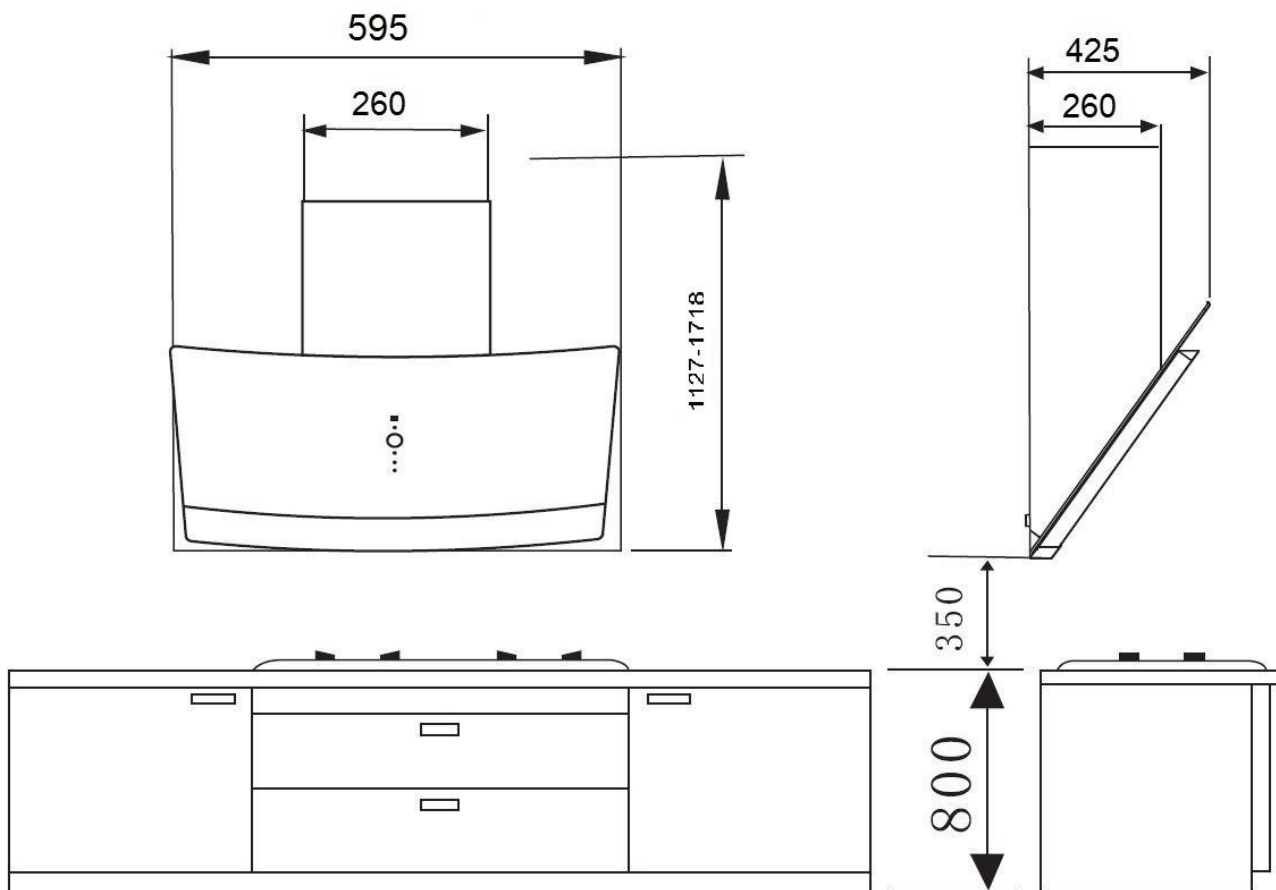

Рис. 3
4. Вытяжка должна быть надежно закреплена на высоте ≥ 350 мм над поверхностью варочной панели или плиты. Чем ниже расположен прибор, тем лучше аспирация, см. Рис. 1. Внешние габариты прибора на Рис. 3.